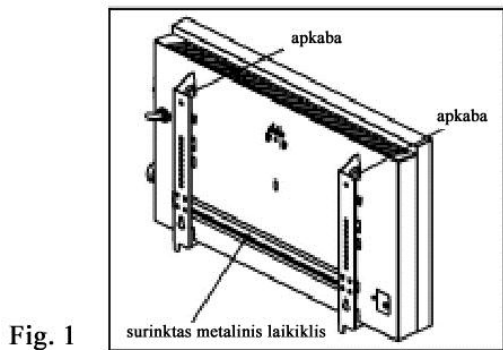

Fig. 1
- 1) Spauskite žemyn apkabą metaliniame laikiklyje ir stumkite laikiklį žemyn.(fig.1).